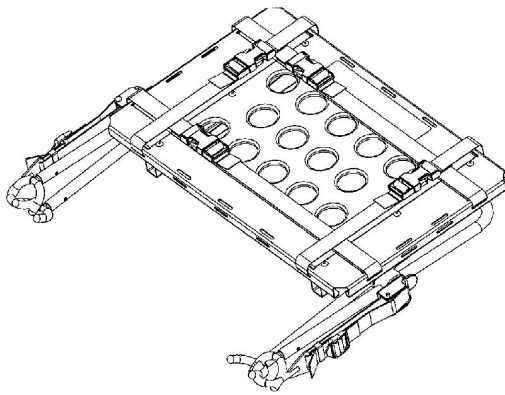

Figura 24 – Posición de almacenamiento
1. Coloque la plataforma para el desfibrilador en la posición de almacenamiento (Figura 24).